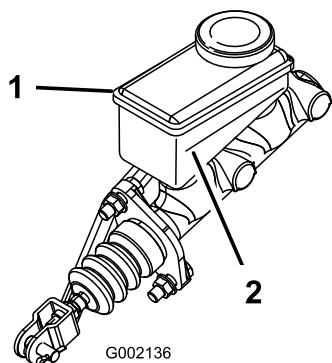

図 62
5. タンクの側面についているマークで、量を点検する 図 62。
B. 最低ラインより上まで DOT 3 ブレーキ液を補給する 図 62。